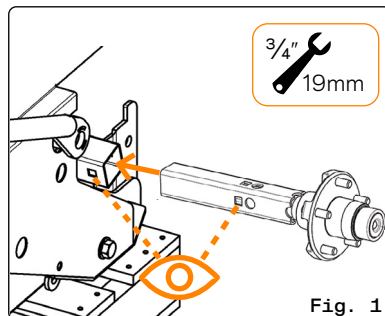

Fig. 1
- 1 Slide axles into square tubes on the unit until holes line up (Fig. 1).
FR Faites glisser les essieux dans les tubes carrés de l'unité jusqu'à ce que les trous soient alignés (Fig. 1).
ES Deslice los ejes en los tubos cuadrados de la unidad hasta que los orificios queden alineados (Fig. 1).
PT Deslize os eixos nos tubos quadrados da unidade até que os orifícios fiquem alinhados (Fig. 1).